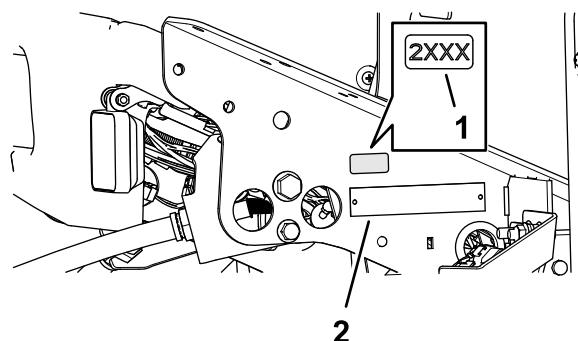

Рисунок 39
1. Очистите поверхность в зоне кронштейна пола рядом с табличкой с серийным номером протирающим спиртом и чистой ветошью и дайте кронштейну высохнуть (Рисунок 39).